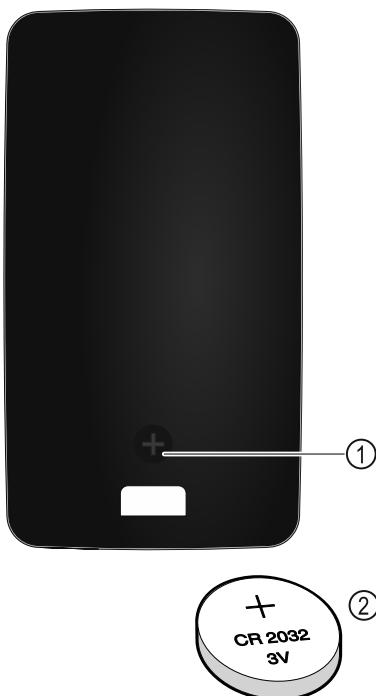

Fig. 229
Diaľkové ovládanie je napájané batériou typu CR 2032 s 3 V Fig. 229 (2), ktorú si môžete kúpiť v špecializovanom obchode.
- Vyskrutkujte skrutku Fig. 229 (1) na zadnej strane diaľkového ovládania.